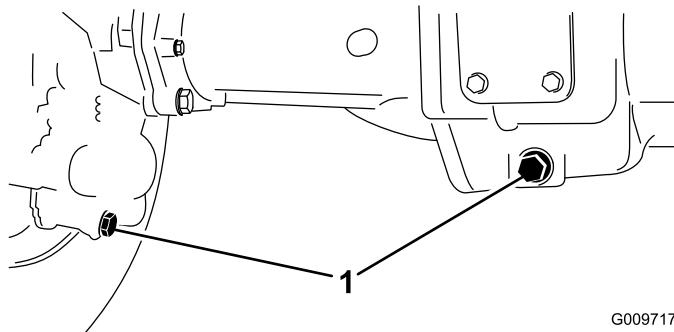

図 107
- ドレンプラグ 図 107 左右端に個と中央に個、全部で3個あるの周辺をきれいに拭く。